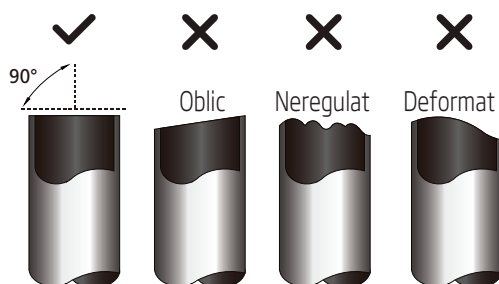

Fig. 7.1
3. Conducta trebuie tăiată la un unghi perfect de 90°. Consultați Fig. 7.1 pentru exemple de tăiere incorectă.